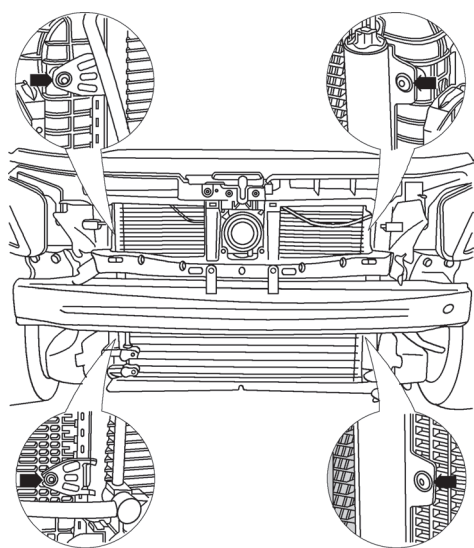

图 5-52 旋出螺钉
⑧旋出冷凝器与增压空气冷却器的螺钉(图 5-52 中箭头所示),取出冷凝器,封闭所有的管路接口。